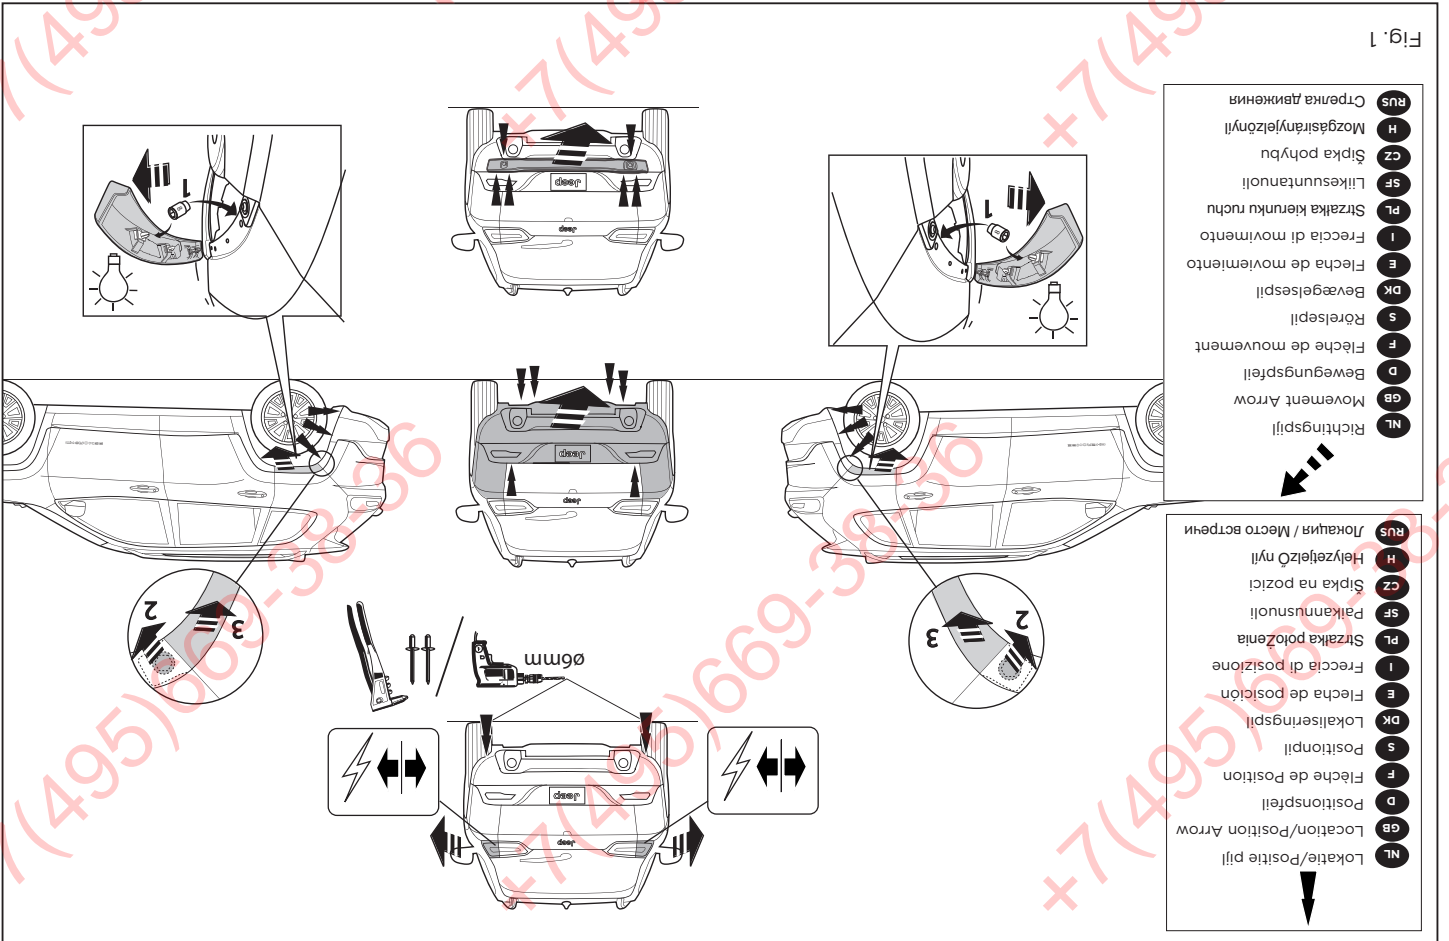

Fig. 1
1. Remove the rear-light units. Remove the bumper and the steel buffer beam from the vehicle. The buffer beam will no longer be needed. See figure 1.
1. Die Rücklichter abmontieren. Die Stoßstange einschließlich des stählernen Stoßbalkens vom Fahrzeug abmontieren. Der Stoßbalken wird nicht mehr benötigt. Siehe Abbildung 1.
- Démonter les feux arrière. Déposer le pare-chocs du véhicule y compris la traverse en acier ; la traverse ne sera plus utilisée. Voir la figure 1.
1. Снять оба блока задних фар. Снять бампер вместе со стальным буферным брусом автомобиля. Буферный брус больше не понадобится. См. рисунок 1.
1. Demonter baglysenhederne. Demonter kofangeren, inklusive køretøjets stålstødbjælke. Denne bliver overflødig. Se fig. 1.